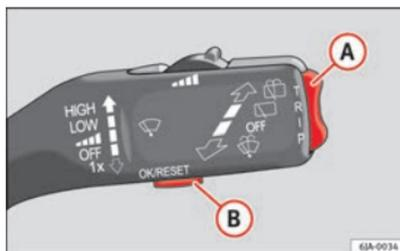

Fig. 36 Palanca del limpiacristales: mandos de la pantalla informativa
- El **Menú principal** se activa manteniendo pulsada la tecla basculante **A** ⇒ fig. 36 de la palanca multifunción.
- Si en la pantalla informativa aparece algún aviso tendrá que confirmarlo pulsando la tecla  ⇒ fig. 36 ⇒ página 66 antes de poder acceder al menú principal.